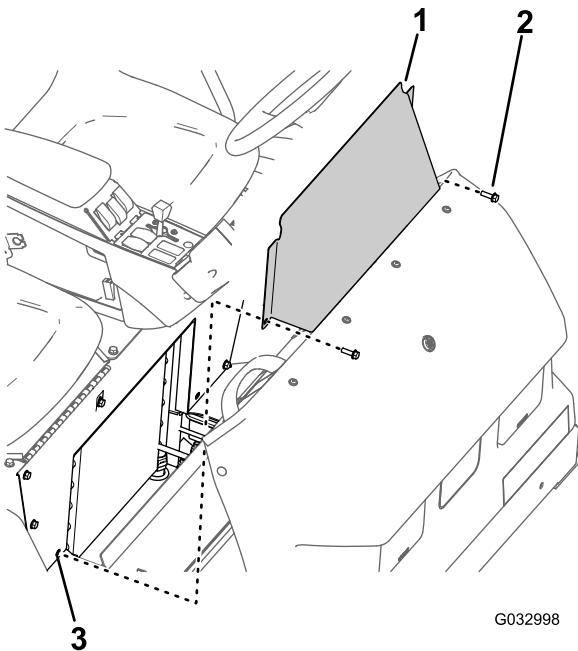

Bild 69
1. Entfernen Sie die zwei Bundkopfschrauben, mit denen die Abdeckplatte am Sitzunterteil befestigt ist (Bild 69).
2. Nehmen Sie die Abdeckplatte am Sitzunterteil von der Maschine ab (Bild 69).
1. Flüchten Sie die Löcher in der Abdeckplatte des Sitzunterteils mit den Löchern im Sitzunterteil aus (Bild 69).
2. Befestigen Sie die Abdeckplatte des Sitzunterteils mit den zwei Bundkopfschrauben (Bild 69) am Sitzunterteil, die Sie in Schritt 1 in Entfernen der Abdeckplatte am Sitzunterteil \(Seite 60\) entfernt haben.